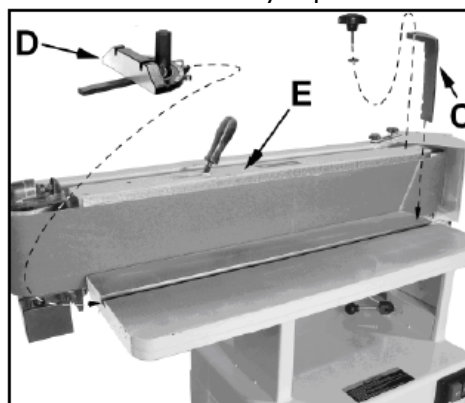

Рис. 8
Установите консоль в вертикальное положение (E) (Рис. 8). Снимите стол и закройте кожух вала. Установите упор заготовки (C).